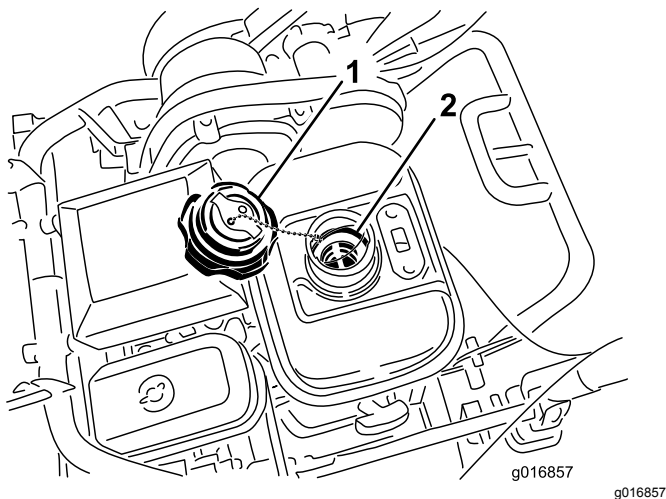

Figura 35
1. Desenrosque y retire el tapón del depósito de combustible (Figura 35).